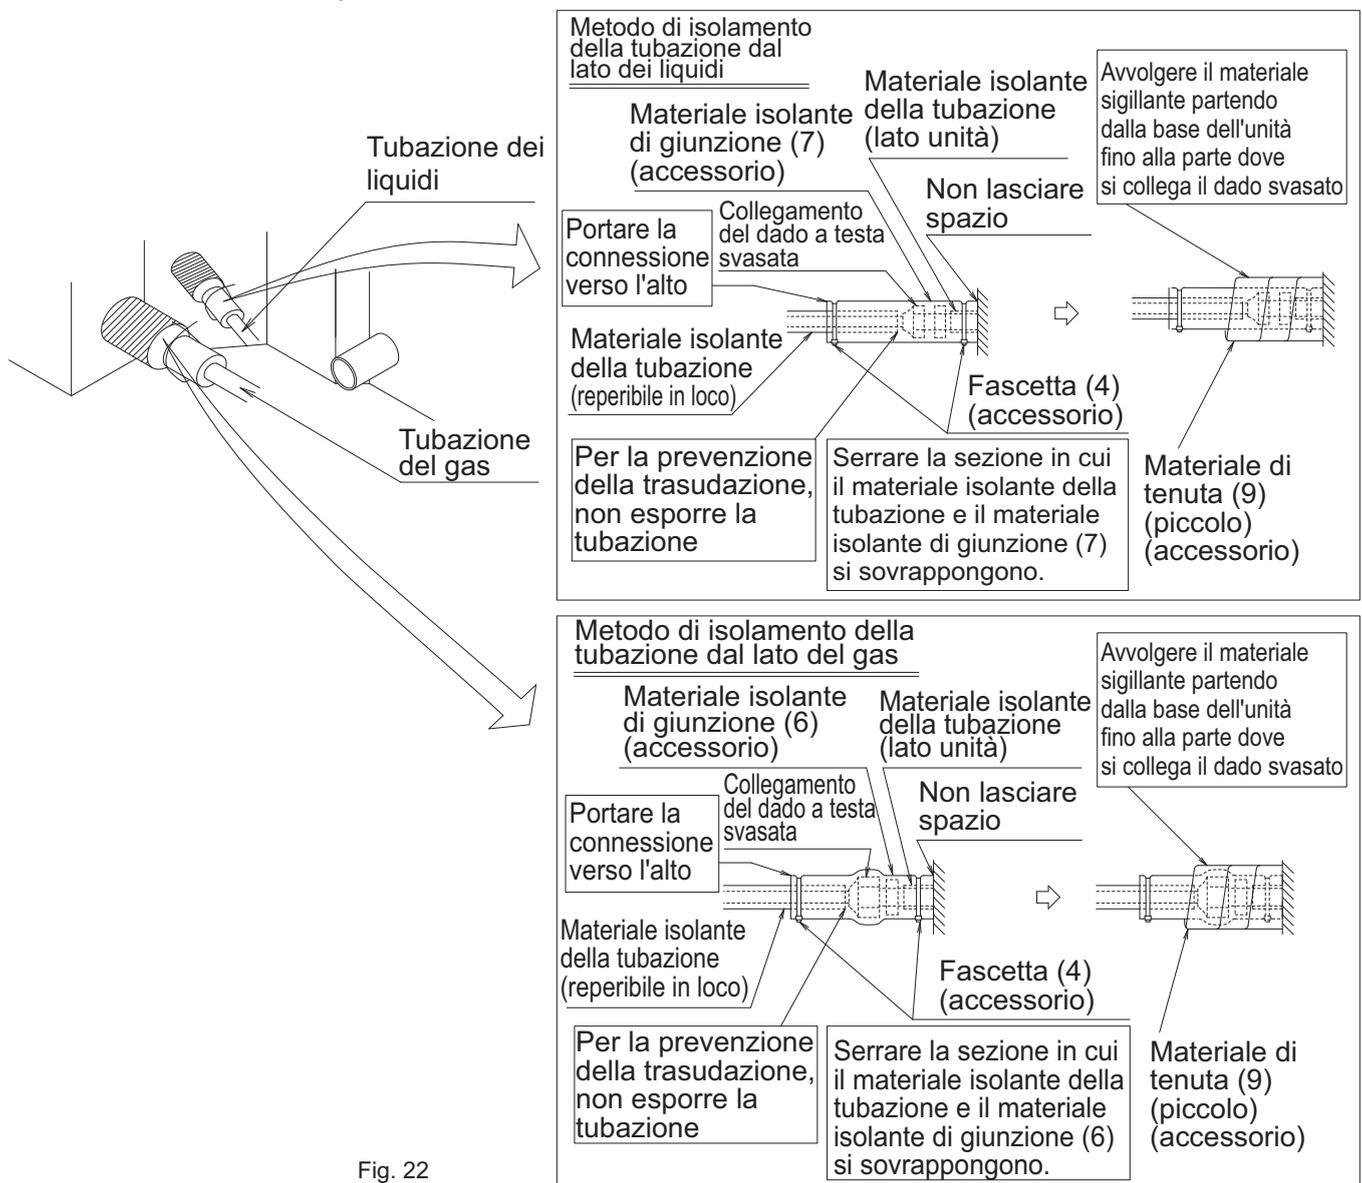

Fig. 22
- Dopo aver condotto una prova di tenuta, isolare il collegamento delle tubazioni del gas e del liquido con il materiale di raccordo isolante (6) e (7) fornito unitamente all'unità per prevenire l'esposizione delle tubazioni. **(Fare riferimento alla Fig. 22)**